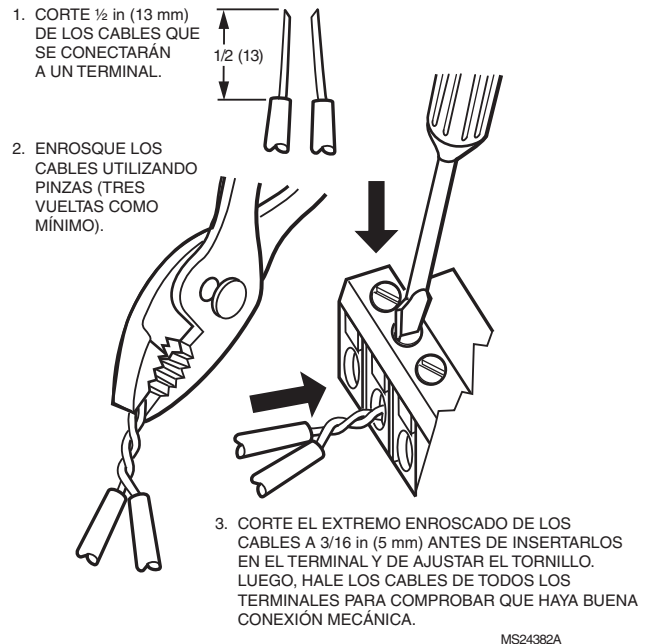

Fig. 4. Conexión de dos o más cables en los bloques de terminales.
3. Si se insertan dos o más cables en una ubicación del terminal, enrosque todos los cables tres vueltas como mínimo antes de insertarlos, para garantizar un contacto eléctrico adecuado. Vea la Fig. 4 en la página 5.